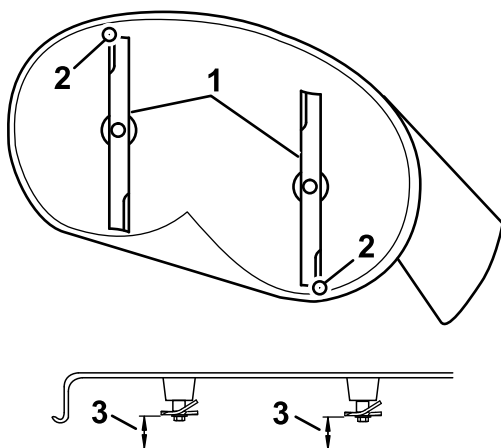

Figura 65
4. Girate con cautela le lame in modo che siano disposte longitudinalmente (Figura 65).
5. Misurate il valore dalla punta della lama anteriore e dalla punta della lama posteriore alla superficie piana (Figura 65).